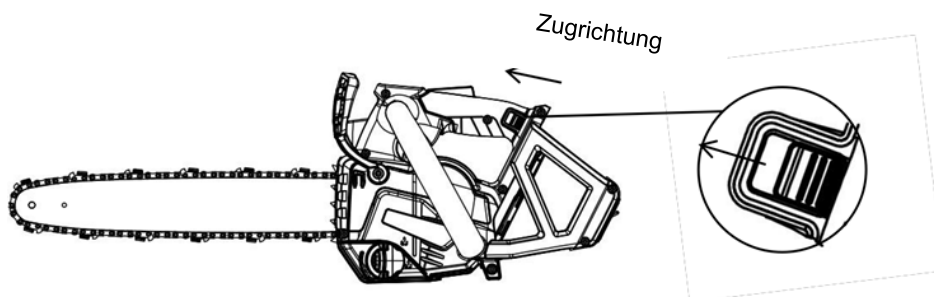

Fig 13
- a. Ziehen Sie den Akku-Verriegelungsknopf am Griff in Richtung Führungsschiene und nehmen Sie dann den Akku aus dem Sockel (Abb. 13).